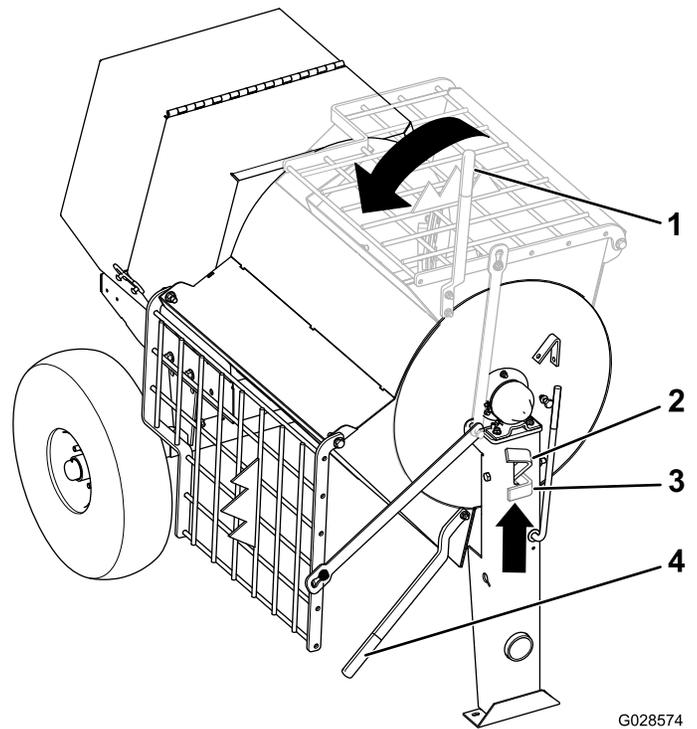

Figure 28
2. Saisissez la poignée de vidage de la main gauche (Figure 28).
3. Levez la poignée du verrou de la cuve (Figure 28).
4. Placez les deux mains sur la poignée de vidage et tournez-la dans le sens antihoraire pour décharger le contenu de la cuve (Figure 28).
5. Tournez la poignée de vidage **dans le sens horaire** jusqu'à ce que le verrou de la cuve bloque celle-ci en position redressée (Figure 28).